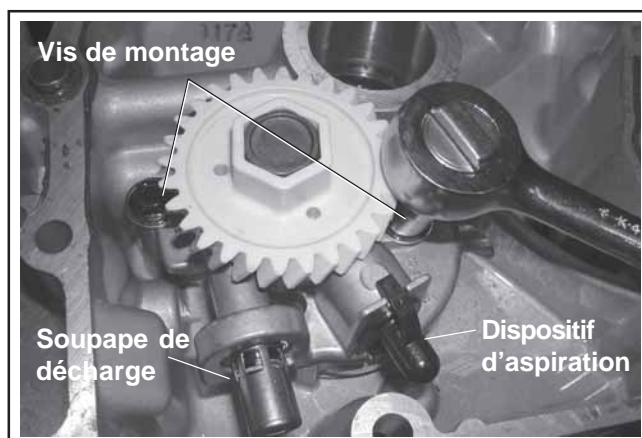

Figure 10-15. Dépose de la pompe à huile.
3. Retirer les rotors de la pompe à huile. Si un dispositif d'aspiration en plastique est utilisé (voir les Figures 10-15 et 10-17), décrocher le clip de blocage et le sortir prudemment du carter de la pompe à huile.
Si la soupape de décharge est une unité attachée au carter de la pompe à huile (voir les Figures 10-15 et 10-17), ne pas essayer de la retirer. En cas de problème avec la soupape de décharge, la pompe à huile doit être remplacée.